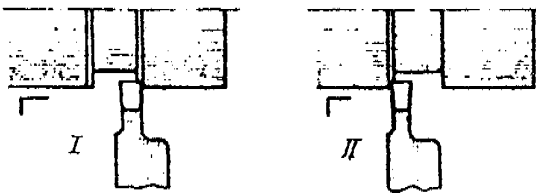
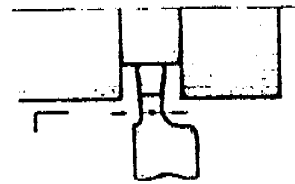

Figura 9
Figura 10
- d. Termine la ranura, refrentando primero los flancos (Figura 9), y después el fondo (Figura 10).